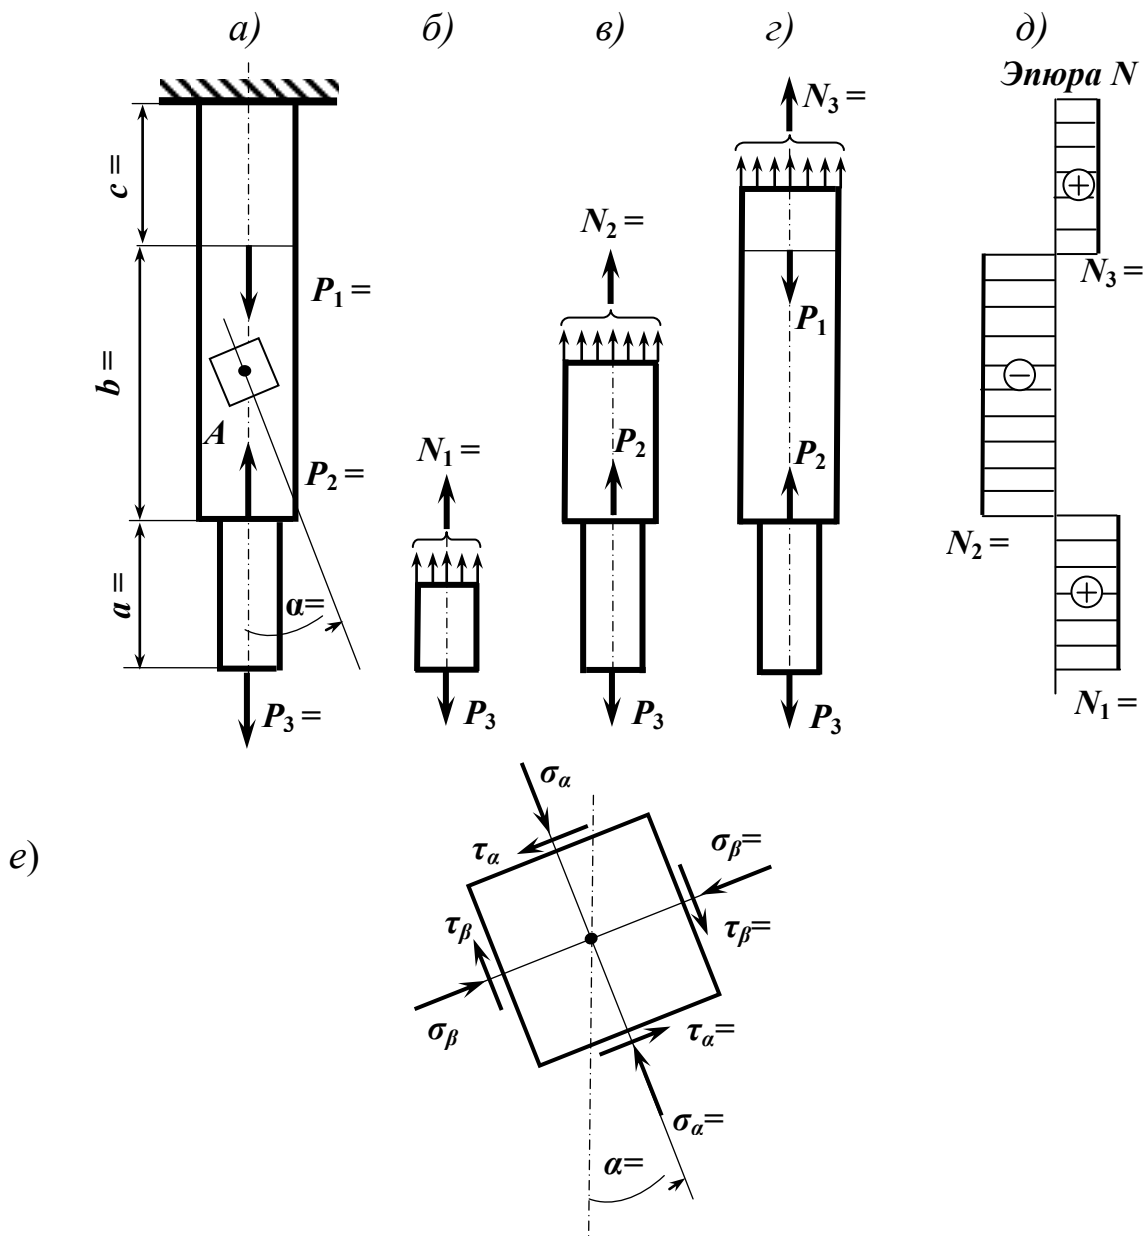

Рис. 6
1. Вычертить стержень в масштабе, указав буквенные и числовые значения всех величин (рис. 6, а).
2. Определить методом сечений продольную силу N на каждом участке стержня (рис. 6, б, в, г), записав уравнение равновесия отсеченной части стержня.
3. Построить эпюру N на прямой, параллельной оси стержня, указав на ней знаки и числовые значения продольной силы (рис. 6, д).
6. Показать схему элемента, выделенного около заданной точки A (рис. 6, e).